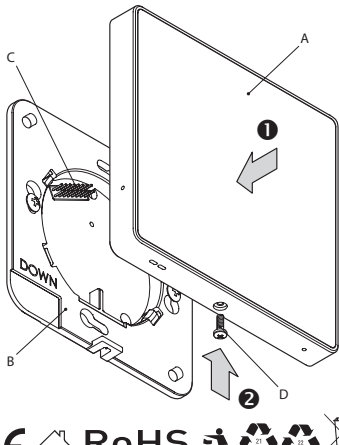

Fig. 5
1. Fissare il modulo del display (Fig. 5 A) premendolo contro il modulo di alimentazione (Fig. 5 B) finché non si sente uno scatto.
**⚠ ATTENZIONE!** Fare molta attenzione a non piegare i pin della testata (Fig. 5.C) quando li si inserisce nel connettore della testata del modulo del display.
2. Riposizionare la vite (Fig. 5 D) nel modulo del display e fissarla per evitare un distacco accidentale.
1. Coloque el módulo de pantalla (Imagen 5 A) presionándolo contra el módulo de alimentación (Imagen 5 B) hasta que oiga un clic.
**⚠ ¡ATENCIÓN!** Tenga mucho cuidado de no doblar las pines del cabezal (Imagen 5. C) al insertarlos en el conector del cabezal del módulo de pantalla.
2. Vuelva a colocar el tornillo (Imagen 5 D) en el módulo de pantalla y fíjelo para evitar que se suelte accidentalmente.